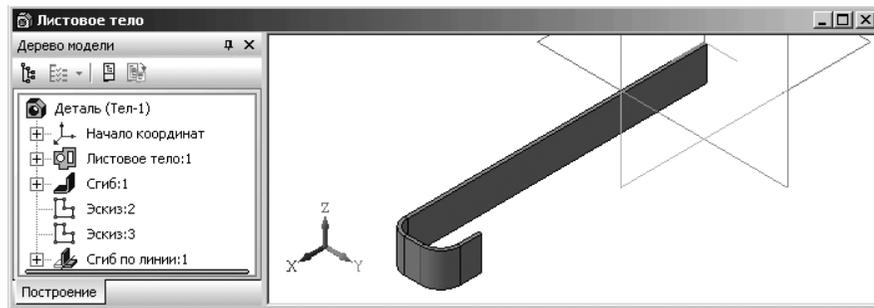

Рис. 7.35. Листовая деталь со сгибом в обратном направлении по заданной линии сгиба с заданными параметрами
- щелкните на **Панели специального управления** по кнопке  – **Создать объект**. Появится требуемый сгиб на листовом теле. Одновременно в окне **Дерево модели** появится новый пункт – **Сгиб:1**. Это состояние системы показано на рис. 7.35.